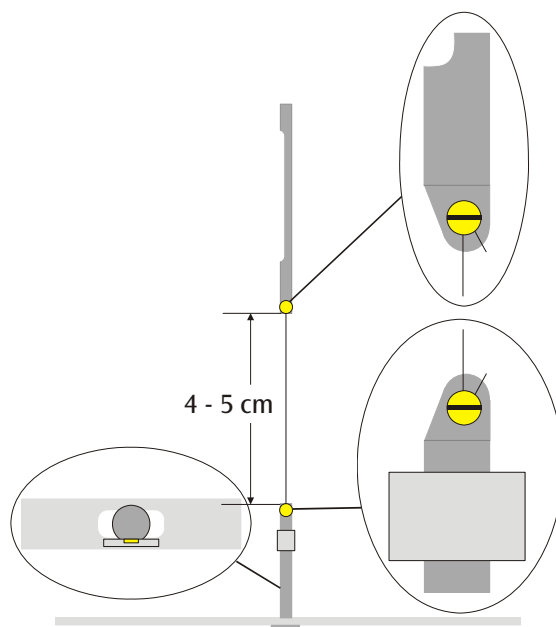

Fig. 3 Rappresentazione schematica del pendolo di torsione (sezione sinistra: asta sospesa con sospensione inferiore dall'alto)
- Avvitare la sospensione inferiore nel centro sull'asta sospesa interna. A questo riguardo, accertarsi che la superficie dello specchio sia parallela all'asta sospesa (vedere Fig. 3).
procedimento, assicurarsi che il filo non venga schiacciato. Il filo dovrebbe passare il più possibile al centro tra le due sospensioni (vedere Fig. 3).